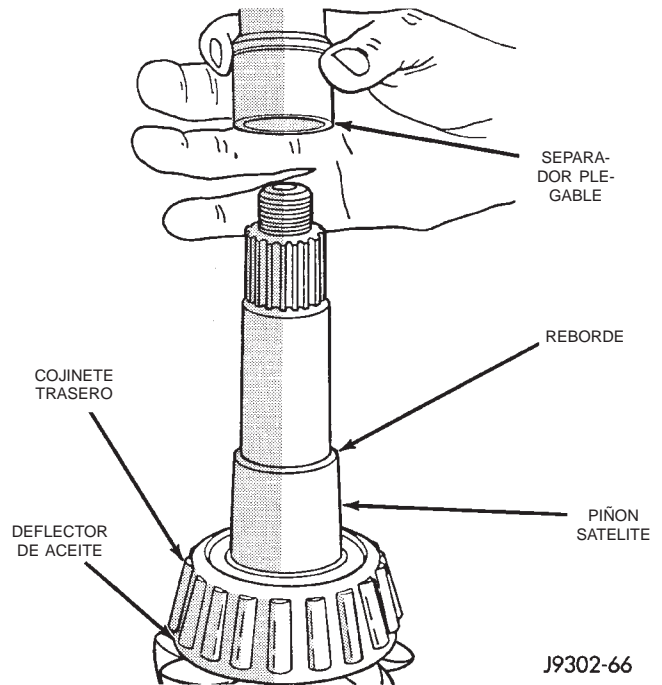
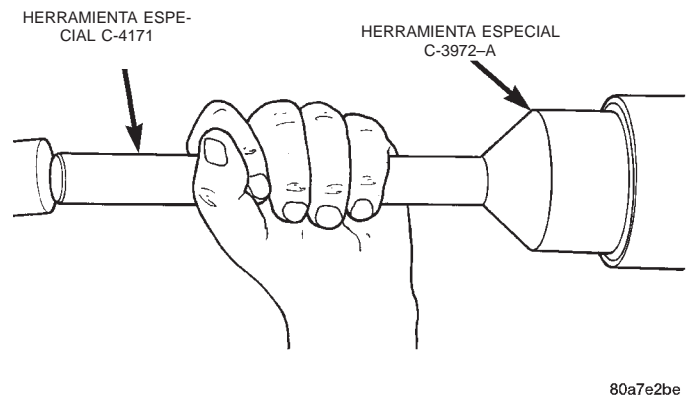

Fig. 20 Separador plegable de ajuste previo
Fig. 21 Instalación de la junta del piñón
- (1) Coloque un nuevo separador plegable de ajuste previo en el eje del piñón (Fig. 20).
- (2) Si se retiró el piñón satélite, instálelo en la caja.
- (3) Instale el cojinete delantero del piñón, según sea necesario.
- (4) Aplique una capa delgada de lubricante para engranajes en el borde de la junta del piñón. Instale la junta con el instalador C-3972-A y el mango C-4171 (Fig. 21).